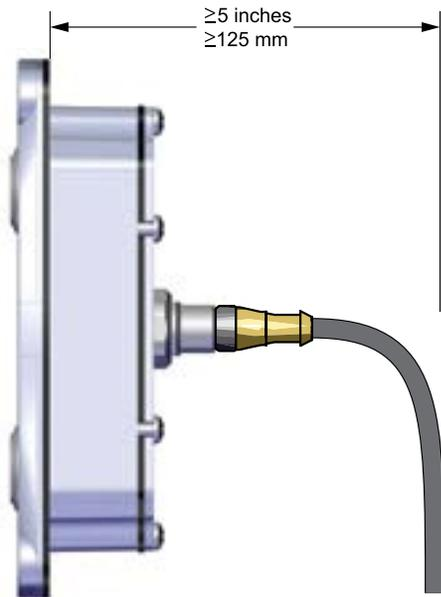

Figura 25
4. Asegúrese de que haya un mínimo de 5 pulgadas (125 mm) detrás de la abertura del panel para dar suficiente espacio para que el cable se doble (**Figura 25**).